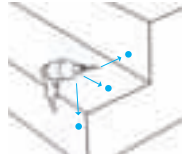

Abb. 1
- Beispiele für geeignete Stellen sind in Abbildung 1 dargestellt.